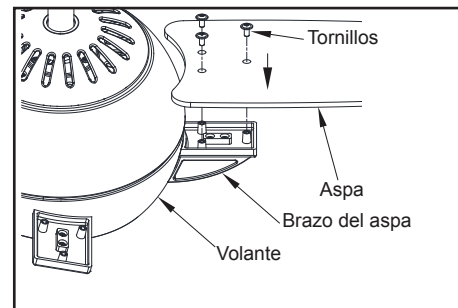

Figura 11
1. Alinea los tres orificios de tornillo en el asa con aquellos en el brazo del asa y asegúra con los tornillos incluidos. (Figura 11)